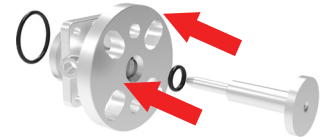

Abbildung 10. - O-Ring (mit Einsatz)
1. Befestigen Sie die beiden O-Ringe wie in Abbildung 10 sehen und befestigen Sie dann den Einsatz.